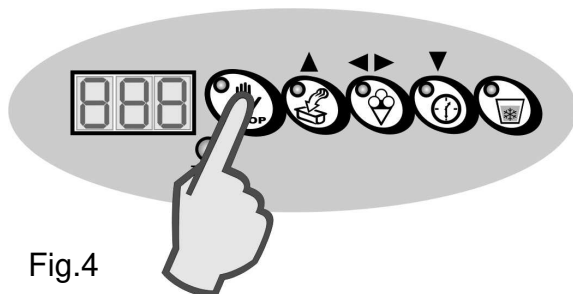

Fig.4
8. Pour quitter la programmation et sauvegarder les modifications, appuyer sur la touche "**STOP**". (fig. 4)